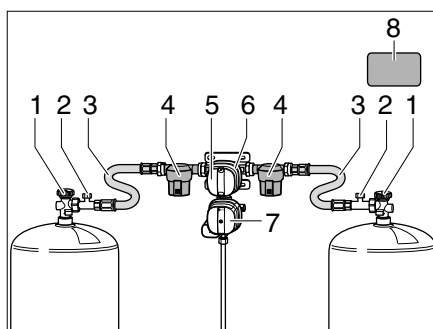
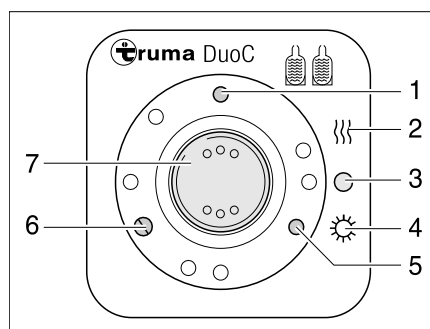
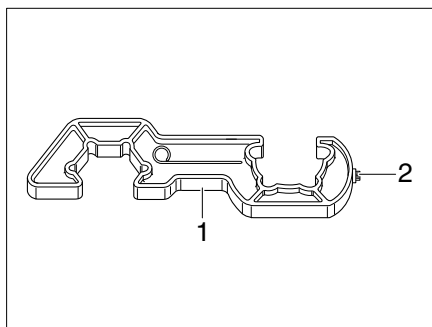
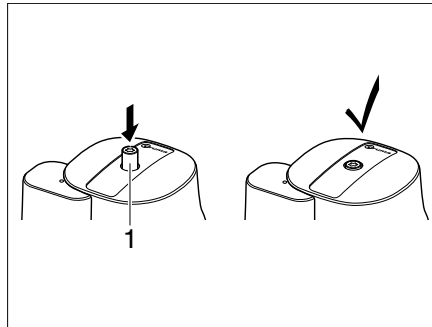

Fig. 249 Dispositif de commutation DuoControl
Fig. 250 Unité de commande
Fig. 252 Dispositif de vissage
Fig. 253 Crash-Sensor
Le dispositif de commutation DuoControl est constitué d'une robinetterie de commutation (Fig. 249,6) et de l'unité de commande (Fig. 250). La robinetterie de commutation est montée entre les flexibles de gaz (Fig. 249,3). Avec le bouton rotatif (Fig. 249,5) sur la robinetterie de commutation, on peut déterminer laquelle des bouteilles de gaz est la bouteille de service et quelle bouteille de gaz est utilisée comme bouteille de réserve.
La robinetterie de commutation (Fig. 249,6) est équipée de l'installation de dégivrage du régulateur EisEx. On évite ainsi des dérangements de l'installation de gaz en hiver.
Avant la robinetterie de commutation se trouvent de chaque côté un filtre à gaz (Fig. 249,4), lequel protège l'installation de gaz de l'encrassement par l'huile et des impuretés.
Seules les fonctions électriques peuvent être commandées sur l'unité de commande (Fig. 250). Les robinets principaux des bouteilles de gaz (Fig. 249,1) doivent être ouverts manuellement.
Lorsque le voyant de contrôle vert (Fig. 250,6) est allumé, la bouteille de service est pleine. Lorsque le voyant de contrôle rouge (Fig. 250,5) est allumé, la bouteille de service est vide. L'alimentation en gaz se fait alors via la bouteille de réserve.
- Ouvrir les robinets principaux (Fig. 249,1) sur les bouteilles de gaz.
- Avec le bouton rotatif (Fig. 249,5) situé sur la robinetterie de commutation (Fig. 249,6), sélectionner la bouteille de gaz à partir de laquelle le gaz sera utilisé principalement (bouteille de service). Toujours tourner le bouton rotatif à fond.
- Mettre le commutateur à bascule (Fig. 250,7) sur "O" (Fig. 250,3). Le voyant de contrôle jaune (Fig. 250,1) s'éteint.
- Fermer les robinets principaux (Fig. 249,1) sur les bouteilles de gaz.
Les voyants de contrôle de l'unité de commande (Fig. 250,5 et 6) signalent à l'intérieur du véhicule si la bouteille de gaz est en état de marche.
Lorsque le voyant de contrôle vert (Fig. 250,6) s'éteint pendant le fonctionnement et que le voyant de contrôle rouge (Fig. 250,5) s'allume, la bonbonne de gaz sélectionnée comme bouteille de service est vide et doit être remplacée. La bouteille de réserve alimente les appareils à gaz.
- ▷ Pour visser et dévisser les flexibles à haute pression, utiliser le dispositif de vissage (Fig. 252,1) fourni. Il assure le couple de serrage requis et prévient l'endommagement du raccord vissé par l'utilisation d'un outil incorrect.
- Fermer le robinet principal (Fig. 249,1) sur la bouteille de gaz vide.
- Dévisser le flexible à haute pression (Fig. 249,3) de la bouteille de gaz à l'aide du dispositif de vissage (Fig. 252).
- Raccorder la bouteille de gaz pleine au flexible à haute pression (Fig. 249,3).
- Ouvrir le robinet principal (Fig. 249,1) sur la bouteille de gaz.
- Tourner le bouton rotatif (Fig. 249,5) de la robinetterie de commutation (Fig. 249,6) d'un demi-tour de manière à ce que la bouteille remplacée serve de bouteille de réserve.
- Appuyer sur le bouton (Fig. 249,2) de la sécurité de rupture de flexible sur le tuyau flexible haute pression afin de l'activer.
- Le cas échéant, appuyer sur le bouton de réinitialisation (Fig. 253,1) sur le Crash-Sensor.
- ▶ Tenir compte de l'autocollant de sécurité (Fig. 249,8) sur le compartiment à gaz.
- Avec le Torx T20 (Fig. 252,2), enfoncer le bouton de déverrouillage (Fig. 253,1) sur le dispositif de vissage, tourner légèrement dans le sens des aiguilles d'une montre et maintenir pendant 5 secondes. Le Crash-Sensor est prêt à fonctionner lorsque le bouton de déverrouillage (Fig. 253,1) reste en position abaissée.
- Après le remplacement de la bouteille de gaz, appuyer avec force sur le bouton vert (Fig. 249,2) sur le flexible à haute pression (Fig. 249,3).